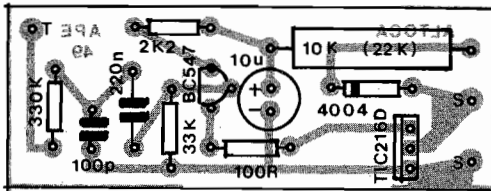

Fig.3
- FIG. 3 - "CHAPEADO" DA MONTAGEM - Todos os componentes do circuito, propriamente, estão concentrados sobre a plaquinha, conforme mostra a figura... Nela o Impresso é visto pela sua face não cobreada... Atenção à posição do TRIAC (com a lapela metálica virada para a posição ocupada pelo resistor de 100R), do diodo 1N4004 (extremidade marcada virada para o lugar ocupado pelo eletrolítico...), do transistor (lado "chato" voltado para o resistor de 33K, e polaridade do capacitor de 10u (claramente indicada no "chapeado e no próprio "corpo" do componente). Não esquecer de adequar o valor do "resis-